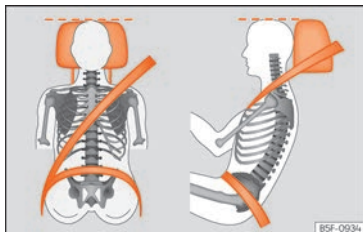

Fig. 4 Banda del cinturón y apoyacabezas ajustados correctamente.
- Ajuste el apoyacabezas de modo que el borde superior quede, en la medida de lo posible, a la altura de la parte superior de la cabeza, en ningún caso por debajo de los ojos. Mantenga la nuca lo más cerca posible del apoyacabezas » **fig. 4.**